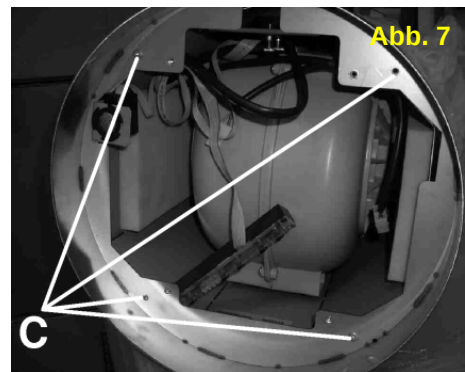

Abb. 7
6. Unteres Zierrohr nach Entfernen der 4 Schrauben (C) abnehmen (Abb. 7) und nach unten herausziehen
7. Oberes Zierrohr nach Entfernen der 2 Schrauben (D) abnehmen und nach unten herausziehen.
6. Unteres Zierrohr nach Entfernen der 4 Schrauben C abnehmen (Abb. 7) und nach unten herausziehen.